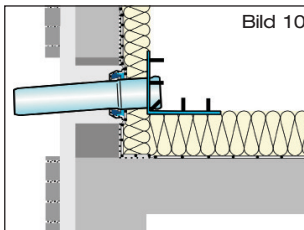

Bild 10
3.3 Ablaufrohr mit Festflansch entsprechend der baulichen Gegebenheiten ablängen. Dichtelement des Schiebeflansches innen und Auslauf des Ablaufrohres mit Festflansch außen hinreichend mit LORO-X Gleitmittel versehen. Ablaufrohr mit Festflansch in den Schiebeflansch bis in seine Einbauposition einführen (Bild 10). Entstandene Hohlräume in der Wärmedämmung schließen.